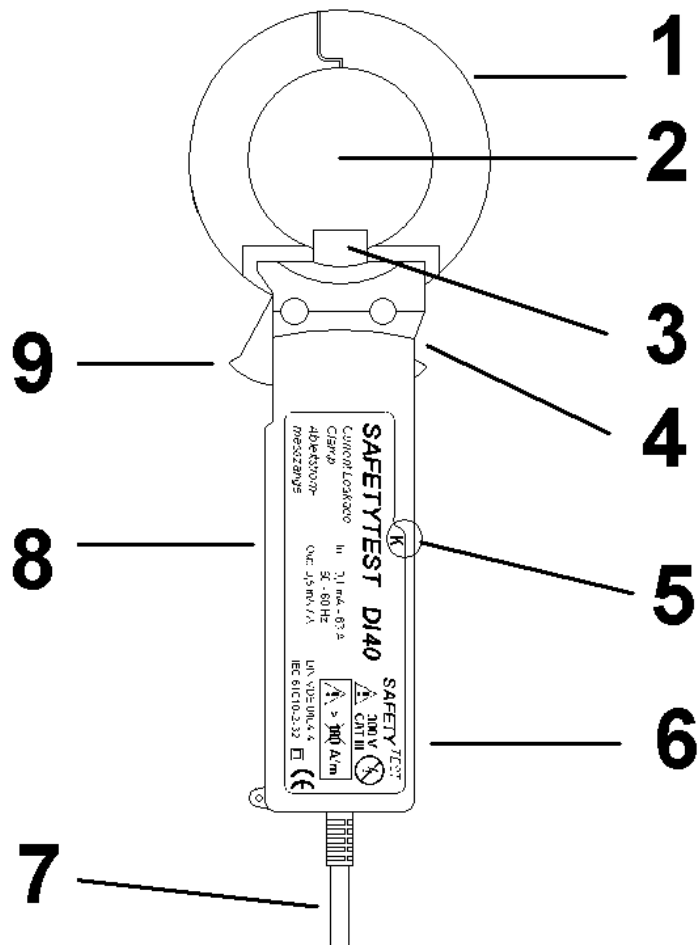

Bild 4
Vor dem Messen der Stromaufnahme muss die Ableitstrommesszange den oder die einzelnen Stromleiter vollständig umfassen. Dazu muss mit dem Daumen die Öffnungstaste Bild 4 (9) betätigt werden.
- Die Finger dürfen dabei die Griffmulde Bild 4 (4) nicht überschreiten, da sonst der Sicherheitsabstand zum stromführenden Leiter nicht eingehalten wird!
- Beim Umgreifen des Leiters muss darauf geachtet werden, dass der Leiter sich möglichst in der Mitte des Jochs Bild 4 (2) befindet und die Backen keine Leiter quetschen!